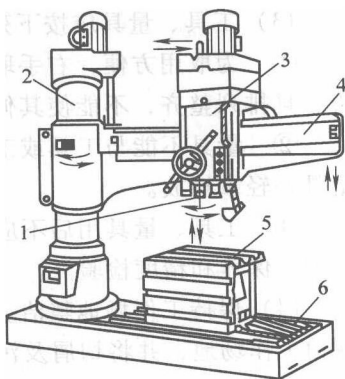

图 1-6 摇臂钻床
(3) 摇臂钻床 摇臂钻床用于大工件及多孔工件的钻孔,它需通过移(转)动钻轴对准工件上孔的中心来钻孔,其结构如图 1-6 所示。摇臂钻床主要由主轴、主轴变速箱、立柱、摇臂、工作台和底座组成,主轴变速箱能沿摇臂左右移动,摇臂又能回转 360°,因此,摇臂钻床的工作范围很大,摇臂的位置由电动涨闸锁紧在立柱上,主轴变速箱可用电动锁紧装置固定在摇臂上,这样主轴位置不会变动,刀具也不易振动。大型工件可直接放在底座上加工,中型工件可放在工作台上加工。摇臂钻床可用于钻孔、扩孔、铰平面和沉孔、铰孔、镗孔、攻螺纹、环切大圆孔等。